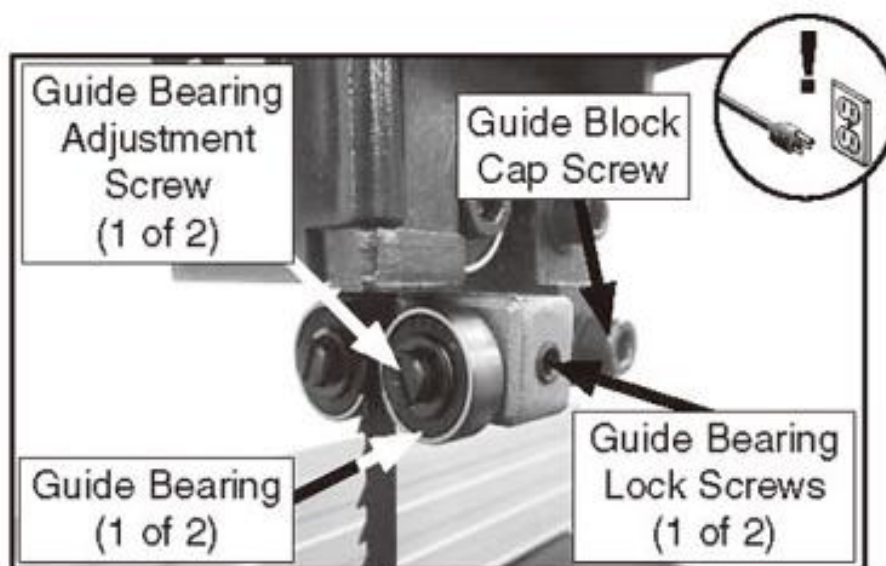
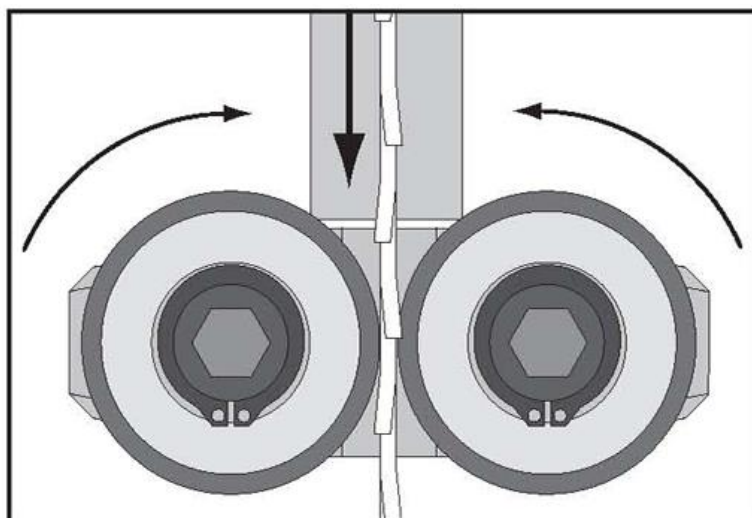

Рисунок 25. Верхние направляющие несущие элементы.
Рисунок 28. Направляющие подшипники пильного полотна равномерно и слегка соприкасаются с боковыми сторонами полотна.
3. Ослабьте стопорные винты направляющего подшипника (см. рис. 25).
4. Ослабьте оба регулировочных винта направляющих подшипников (см. рис. 25), затем расположите направляющие подшипники так, чтобы они равномерно и слегка касались боковых сторон пильного полотна (см. иллюстрацию на рис. 28), не отклоняя его ни в ту, ни в другую сторону.